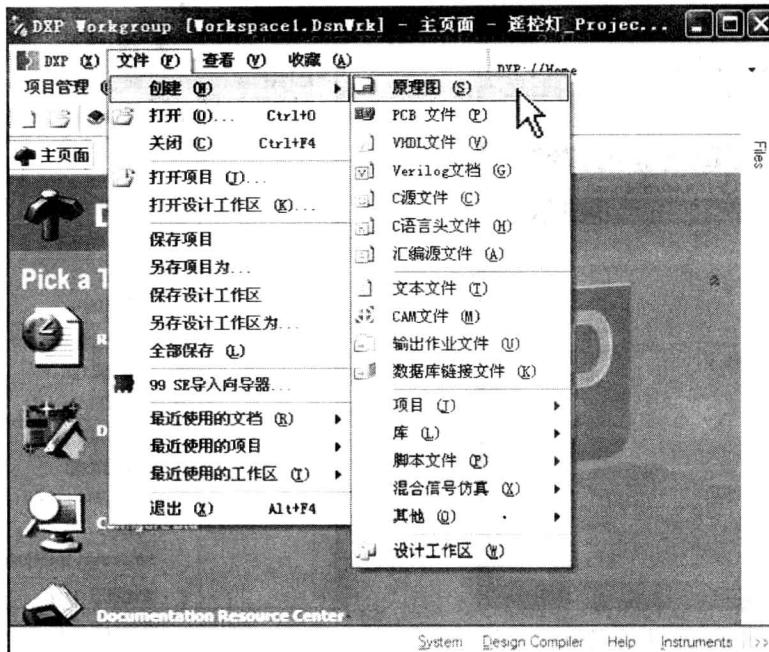

图 1-18 创建原理图设计文件
(1) 在 PCB 工程文件中创建原理图文件的方法如下：
① 如图 1-18 所示，执行菜单命令“文件”→“创建”→“原理图”，可以创建原理图设计文件。